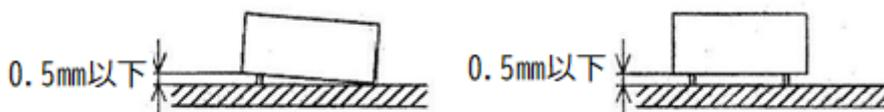

図4 ICソケット等の浮き上がり限界
- ② コネクタ、トグルスイッチ、タクトスイッチ等は、止まりがあるものは止まりまで差し込み、止まりがないものは基板に密着して取り付けること。なお、浮き上がり限界は図4に示すとおりとし、底面に突起がある場合は突起の先端からの寸法とする。